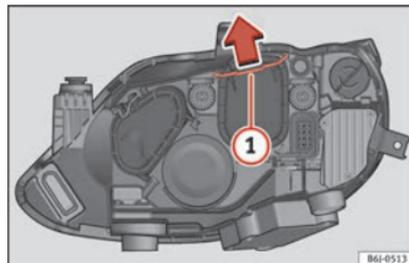

Fig. 99 Faro doppio.
- Far scorrere il tirante **» fig. 99 1** nel senso della freccia e sfilare la chiusura.